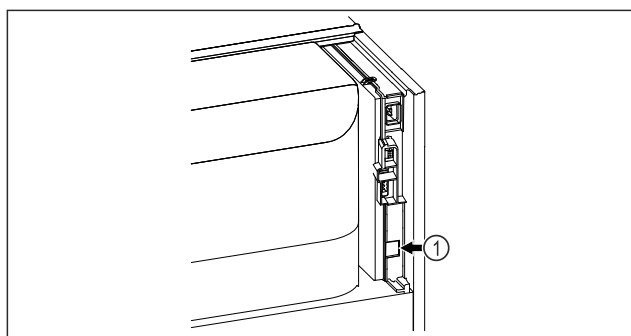

Fig. 90
- ☐ SmartModule Fig. 90 (1) je nasadený.